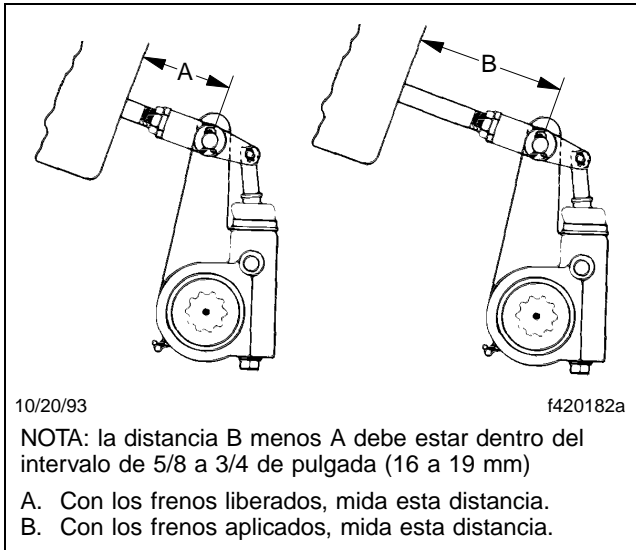

Figura 11.18, Revisión del recorrido del freno, ajustador de tensión automático Meritor
pasador grande de la horquilla. Vea la **Figura 11.18**, Ref. A.
Utilice una barra de palanca para mover el ajustador de tensión y así aplicar los frenos. Vuelva a medir la distancia desde la parte inferior de la cámara de freno hasta el centro del pasador grande de la horquilla. Vea la **Figura 11.18**, Ref. B.
- Con los frenos completamente liberados, mida la distancia desde la parte inferior de la cámara de freno hasta el centro del pasador grande de la horquilla. Vea la **Figura 11.18**, Ref. A.
centro del pasador grande de la horquilla. Vea la **Figura 11.18**, Ref. B.